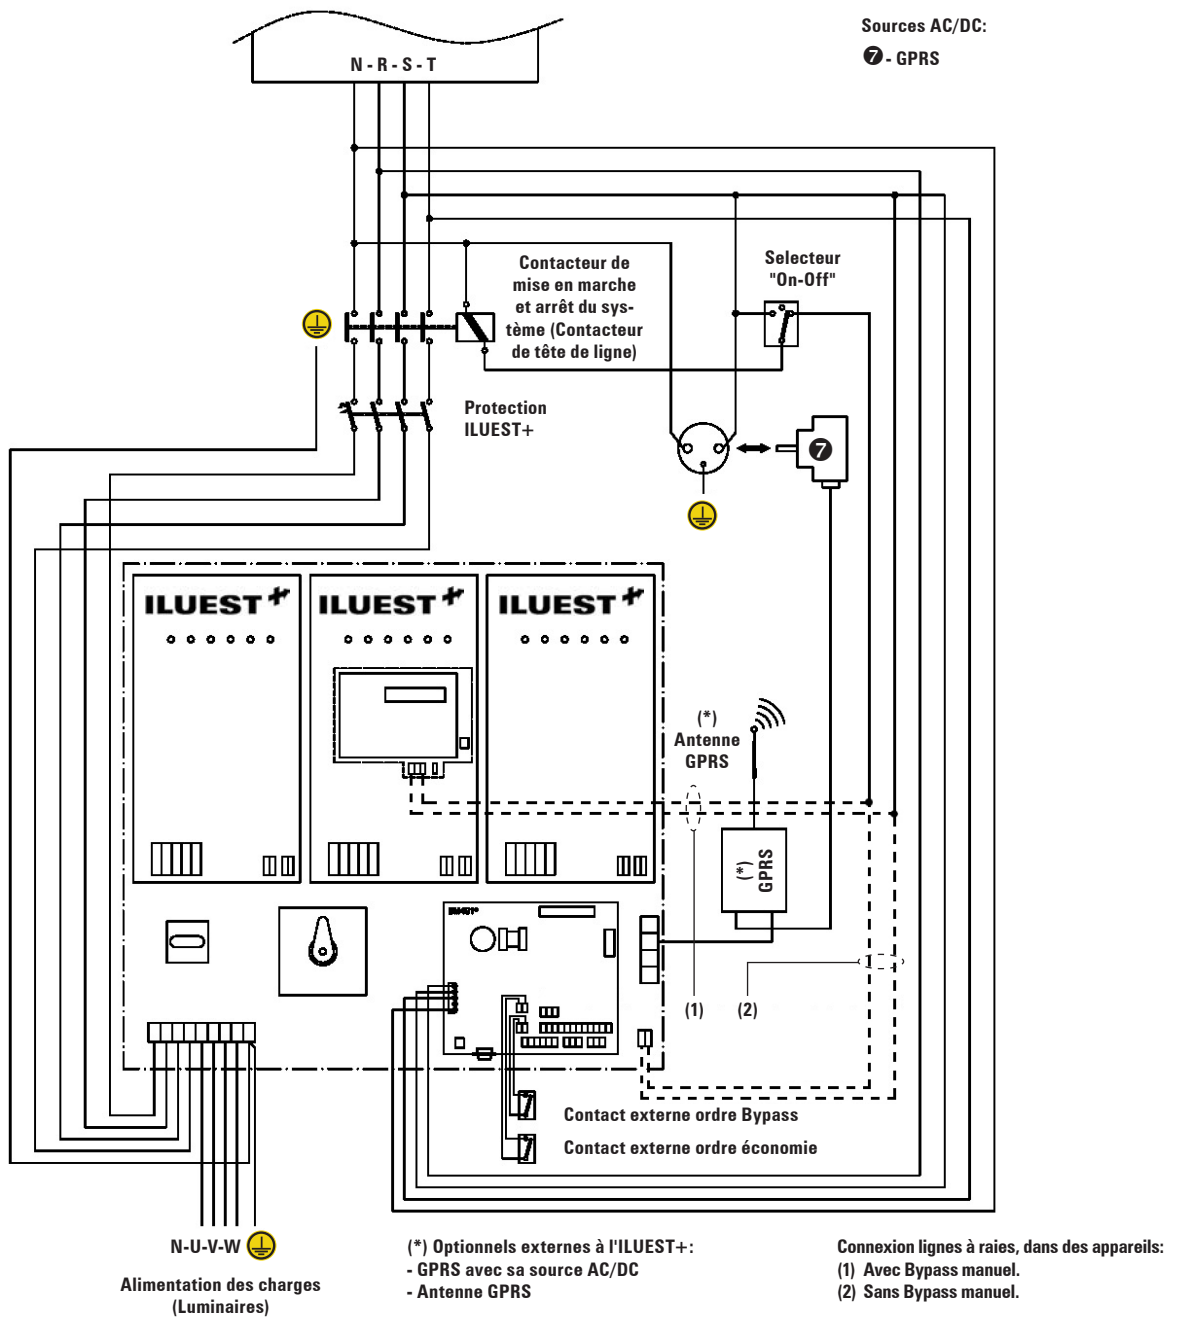

Fig. 22. Schéma connexion exécution (T) ou (I) triphasé.
- Pour des appareils triphasés, prendre les 4 fils (trois phases et neutre) provenant du réseau et avant le contacteur de tête et les connecter aux cosses respectives identifiées sur l'unité BM491\*, en respectant l'ordre des phases et du neutre (Cf. figure 22).